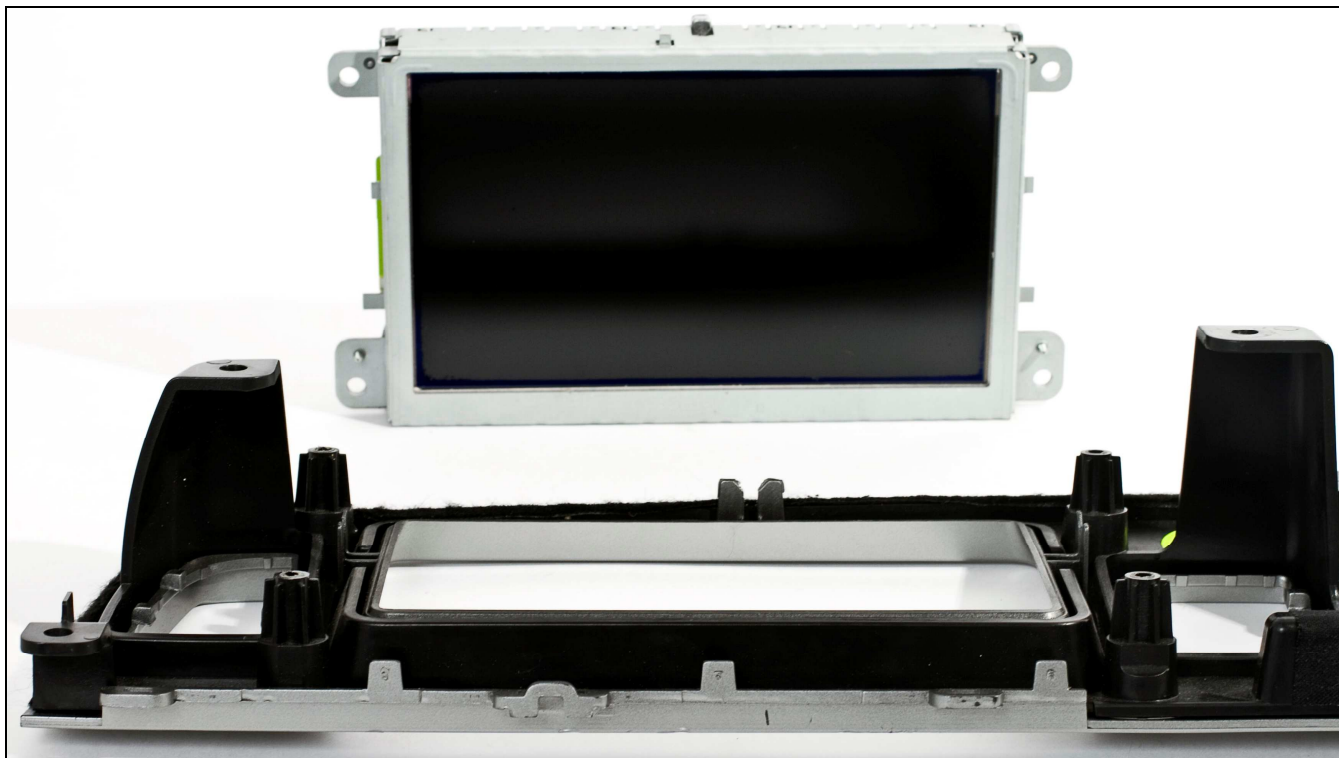

Рисунок 8
4. Демонтируем дисплей с приборной панели (рис. 8).